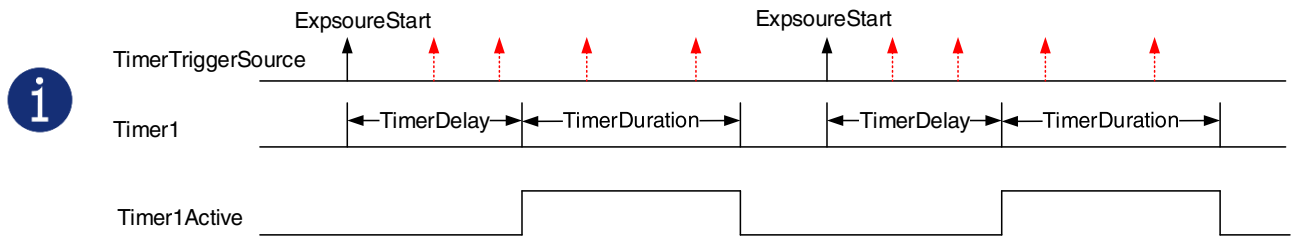

图 8-57 Timer1Active 与曝光开始信号的关系
1) 从定时器开始启动到 Timer1Active 完整输出，这个过程不会被曝光开始信号打断，即 Timer1Active 必须完整输出，才能根据下一个曝光开始信号开始计时。如图 8-57 所示，红色的曝光开始信号是被忽略的：